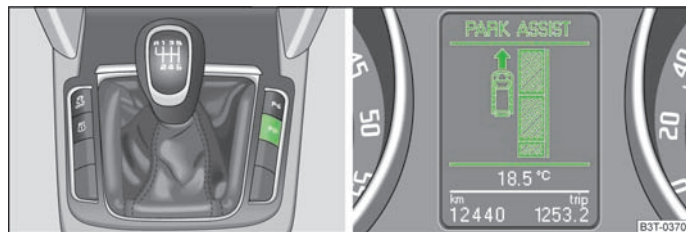

Abb. 121 Anzeige des Parklenkassistenten auf dem Informationsdisplay einschalten / Informationsdisplay: Suche nach einer geeigneten Parklücke
Beim aktivierten Parklenkassistenten leuchtet in der Taste die gelbe Kontrollleuchte » Abb. 121.
- » Die Taste » Abb. 121 drücken.
- » Bis max. 30 km/h und mit einem Abstand von 0,5 m bis 1,5 m an der Parkreihe vorbeifahren » Abb. 121.
Wenn die Taste bei Geschwindigkeiten größer als 30 km/h und kleiner als 50 km/h gedrückt wird, dann wird im Display des Kombi-Instruments die Meldung angezeigt, dass die Geschwindigkeit für das Erfassen der Lücke überschritten ist. Sinkt die Geschwindigkeit unter 30 km/h, wird im Display des Kombi-Instruments automatisch der Zustand des Parklenkassistenten angezeigt. Beim Überschreiten der Geschwindigkeit von 50 km/h ist es erforderlich, die Anzeige durch Drücken der Taste neu zu aktivieren » Abb. 121.